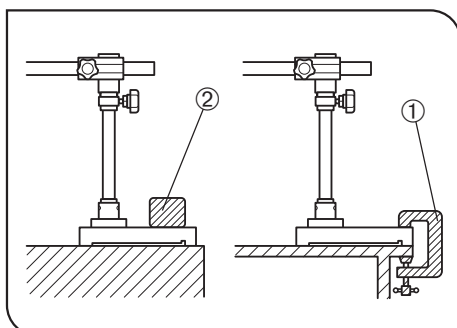

Fig. 3
4. Cuando se necesita mucho espacio delante del microscopio, el brazo horizontal deberá orientarse con frecuencia en un rango posterior de 120°, por lo que el soporte tiende a venirse abajo fácilmente. En este caso, fije el soporte firmemente utilizando una pinza de mesa ① o colocando un peso (3 kg o más) sobre la placa de base. (Fig. 3)